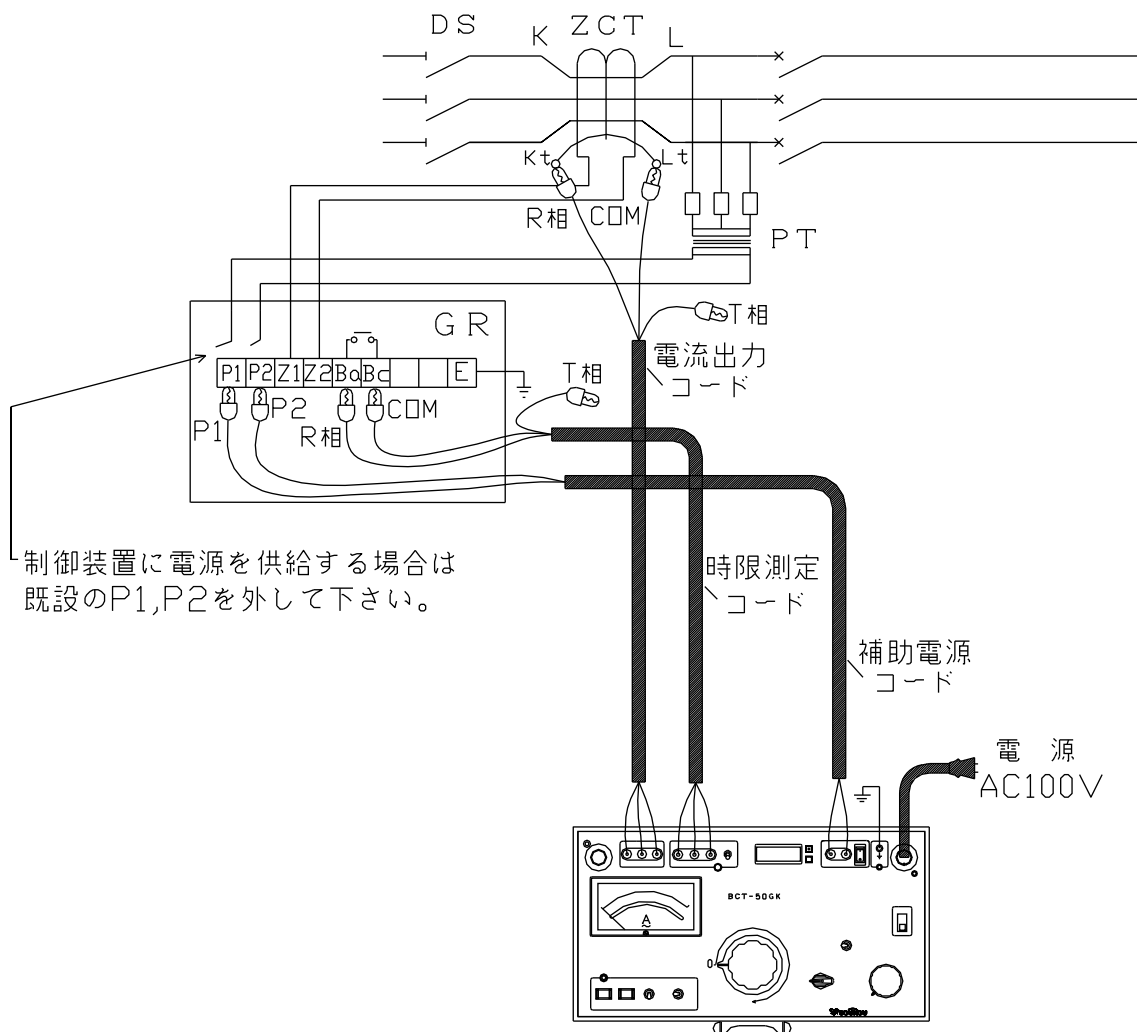

図14：試験回路図—電気室の単体試験(停電状態)
6. 以上のような点に注意し、試験回路を構成します。(図14,15)